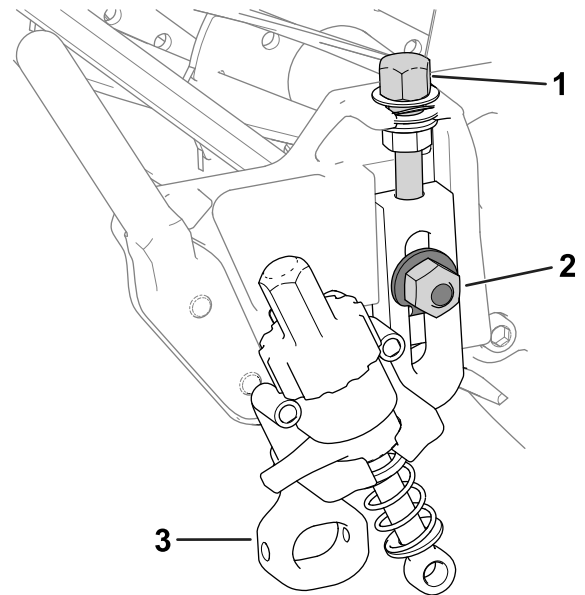

Figura 11
1. Enrosque los tornillos de ajuste de la altura de corte que retiró anteriormente en la parte superior de los soportes de ajuste (Figura 11).
tuercas y las arandelas especiales que retiró anteriormente (Figura 11).